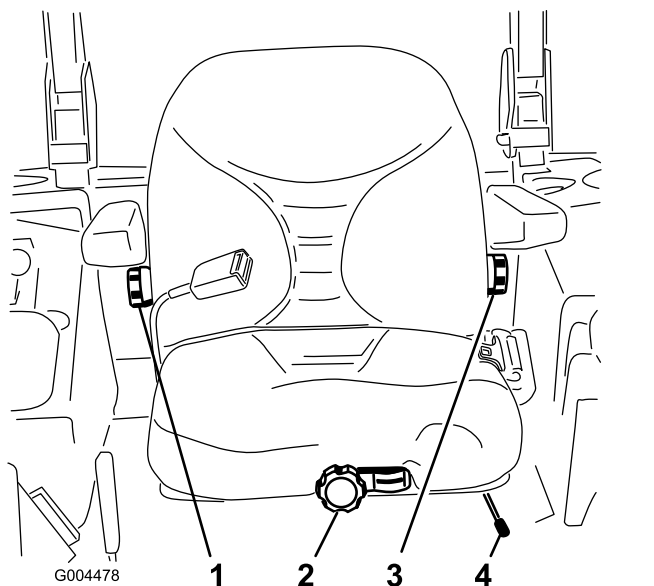

Figura 14
- Il sedile si regola spostando da un lato la leva per sbloccarlo (Figura 14).
A sedile vuoto, girate la manopola anteriore nella direzione opportuna, fino ad ottenere il migliore comfort (Figura 14).
Per regolare lo schienale del sedile, girate nella direzione opportuna la manopola situata sotto il bracciolo destro, fino ad ottenere il migliore comfort (Figura 14).
Per regolare lo schienale del sedile, girate nella direzione opportuna la manopola sotto il bracciolo sinistro, fino ad ottenere il migliore comfort (Figura 14).